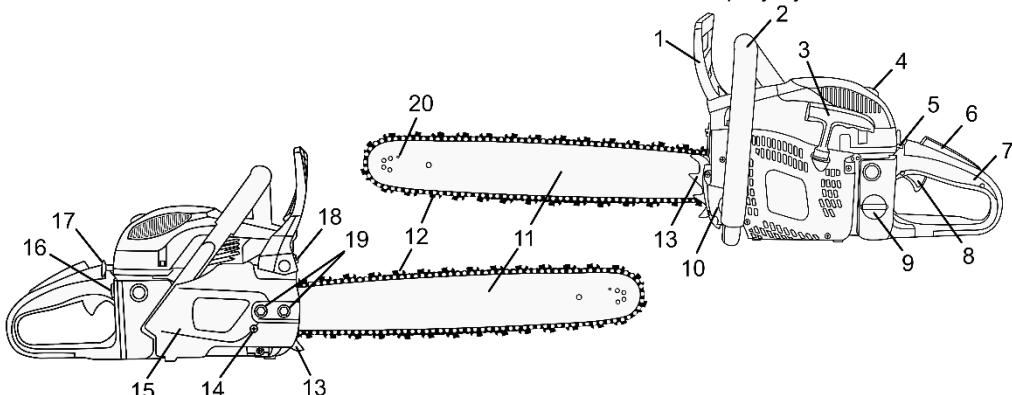
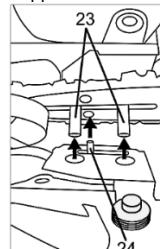

Рисунок 1
Рисунок 4
- Потягніть руків'я гальма (1, рисунок 1) в бік переднього руків'я (2, рисунок 1), щоб переконатися, що гальмо ланцюга вимкнуте.
- Відкрутіть гайки (19, рисунок 1), що кріплять кришку зчеплення (15, рисунок 1), та зніміть її.
- Відрегулюйте гвинт натягу ланцюга (14, рисунок 1) на боковій частині кришки зчеплення таким чином, щоб штифт натягу ланцюга (24, рисунок 4) сумістився з відповідним отвором напрямної шини. При цьому отвори на кришці зчеплення повинні збігатися з напрямними гвинтами (23, рисунок 4).
- Вставте штифт механізму натягу ланцюга (24, рисунок 4) в спеціальний отвір на напрямній шині та одягніть кришку зчеплення. Вручну нагвинтіть гайки фіксації кришки зчеплення (19, рисунок 1).
- Обертаючи гвинт натягу ланцюга (14, рисунок 1) за годинниковою стрілкою, натягніть ланцюг до тих пір, поки він не буде щільно прилягати до нижньої сторони напрямної шини. Перевірте натяг, потягнувши ланцюг вгору.
При кожній заправці паливом обов'язково перевіряйте та доливайте оліву для змащування ланцюга. Кришка горловини масляного бака (10, рисунок 1) позначена відповідним зображенням. Рекомендовано використовувати тільки спеціальну оліву для ланцюгів. Оліва для ланцюгів значно знижує тертя та нагрів ланцюга та напрямної шини, полегшує їх очищення від стружки та пилу, надійно захищає від корозії та придатна до всесезонного використання.
- Перевірте, щоб гальмо ланцюга (1, рисунок 1) правильно функціонувало (увімкнене – важиль захисного пристрою (1) переведений уперед (убік піляльної гарнітури), вимкнено – важиль переведений назад (убік руків'я)).
- Вимикач запалювання (5, рисунок 1) переведіть в положення «Увімкнене» («I», «ON»).
- Повністю витягніть ручку повітряної заслінки карбюратора (17, рисунок 1) (положення «СНОК» – повітряна заслінка повністю закрита).